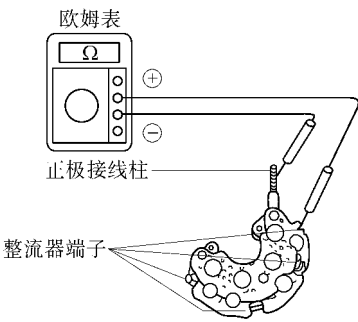

图 7-22 检查正极侧整流器
①使用欧姆表，将其一个测试棒连接到正极，并将另一个测试棒连接到整流器的各个端子，如图 7-22 所示。